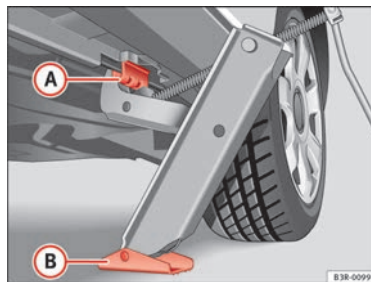

Abb. 195 Radwechsel:
- Richten Sie den Wagenheber so aus, dass seine Klaue in den Steg des Unterholms greift ⇒ Abb. 195 (A) und die bewegliche Grundplatte (B) plan auf dem Boden aufliegt.